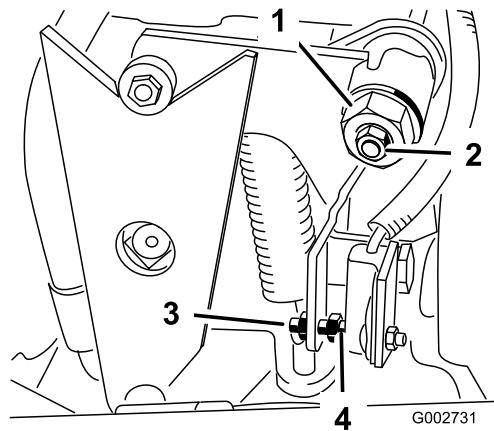

Figura 33
4. Afloje la contratuerca de la leva de ajuste de tracción (Figura 33).
5. Arranque el motor y gire el eje hexagonal de la leva (Figura 33) en ambos sentidos para determinar la posición intermedia de la sección de punto muerto.
3. Ajuste el tornillo hasta que el hueco sea de 1,5 mm ± 0,8 mm (Figura 33).